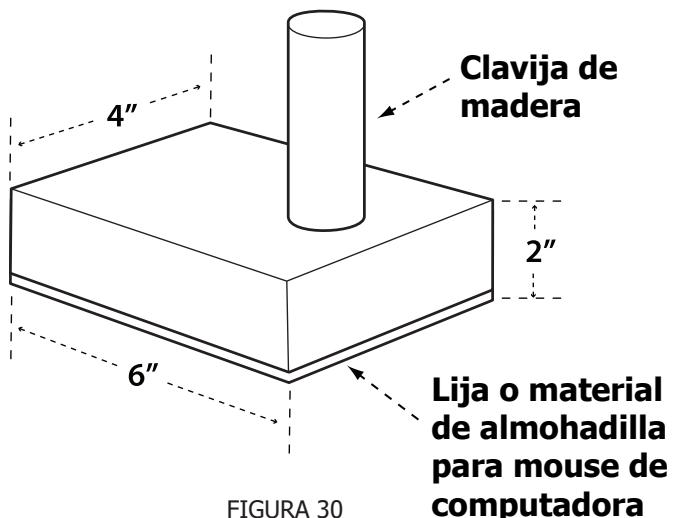

FIGURA 30
3. Pegue una trozo de material áspero o liso tal como una lija o caucho a la parte inferior del bloque para sujetar la pieza de trabajo (las almohadillas para mouse de computadora son adecuadas para esto). (FIGURA 30)